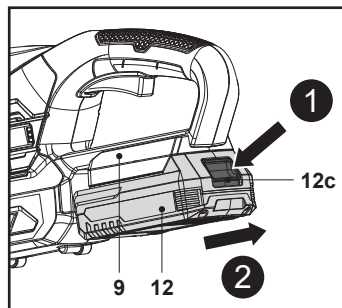

Fig. 4
- Pulse el botón de liberación (12c) y saque la batería (12) del puerto de conexión de la batería (9) (Fig. 4).